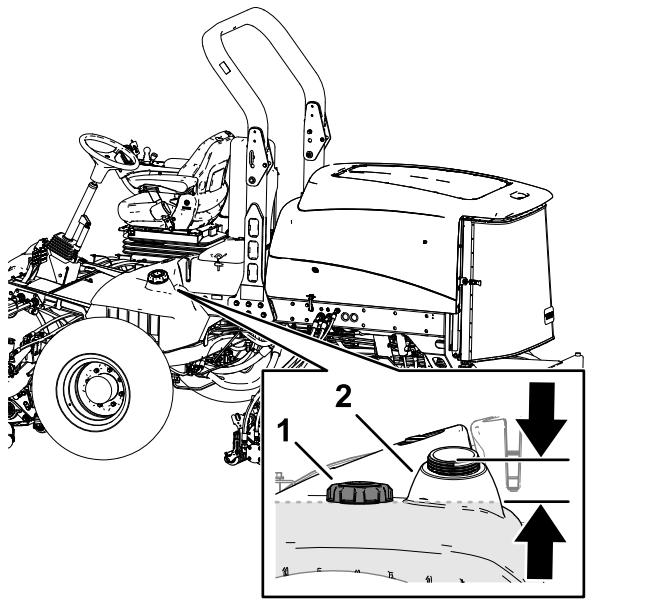

Figure 50
- Retirez le bouchon du réservoir de carburant (Figure 50).